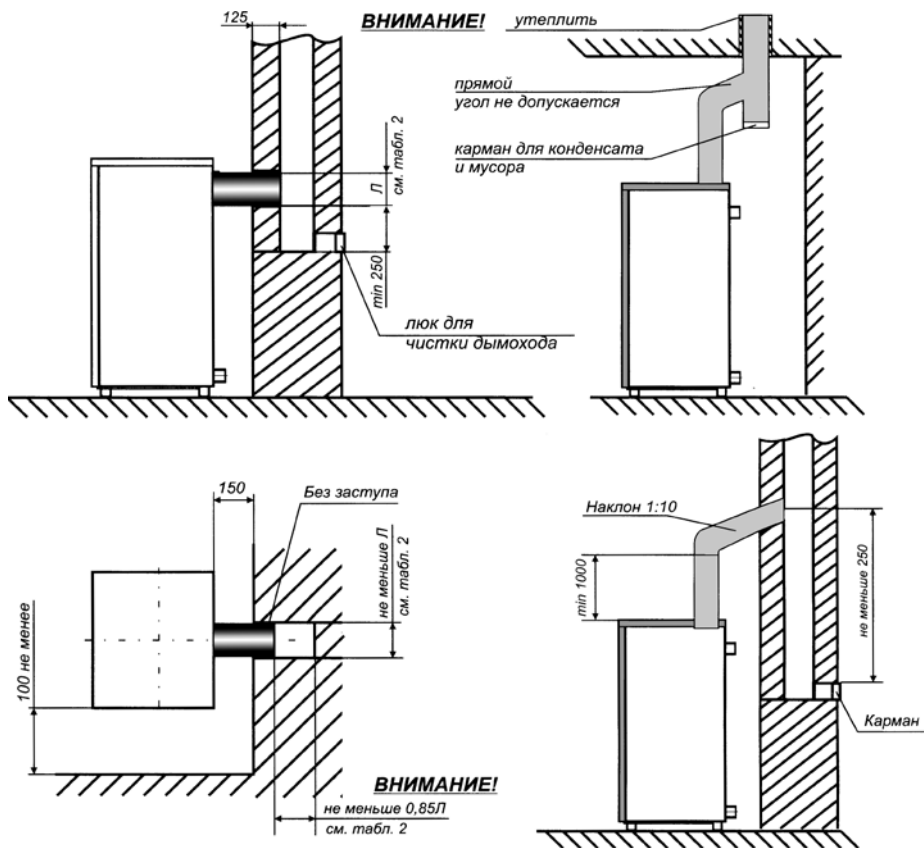

Рис. 4
- а) дымоход, к которому подключается котел, как правило, должен быть расположен во внутренней капитальной стене здания рис. 4. При расположении дымохода в наружной стене, толщина кладки должна соответствовать указанной в таблице: